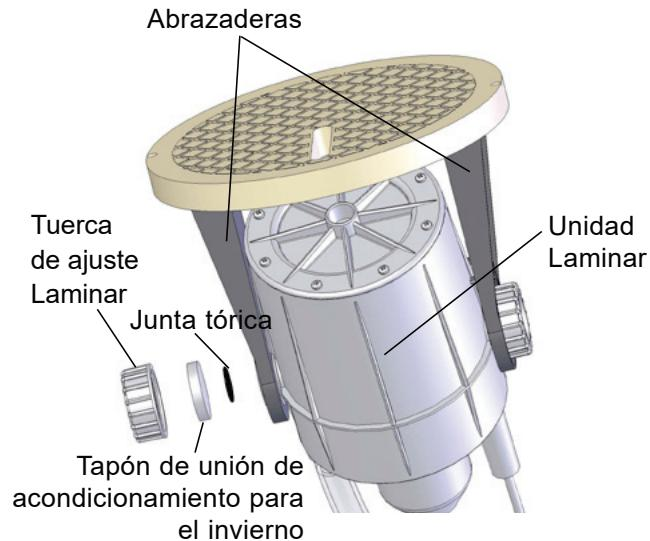
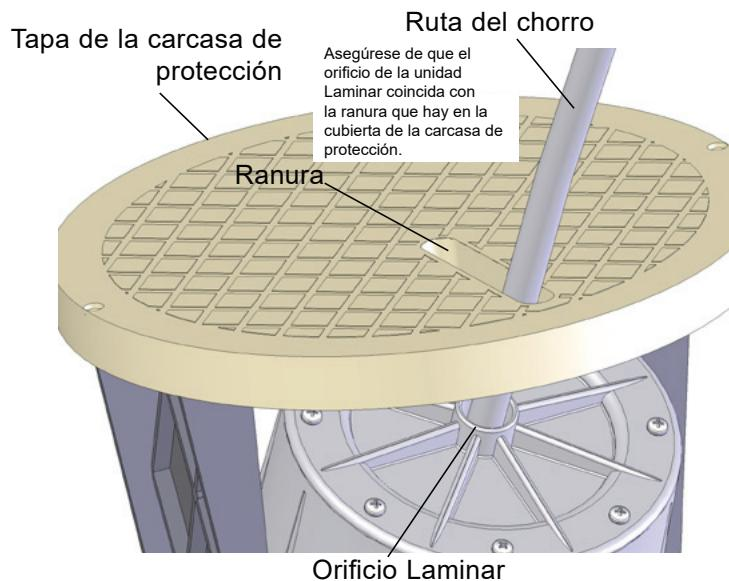

Figura 3
Figura 4
1. Abra con cuidado las abrazaderas y deslice la unidad Laminar en los orificios de éstas (Figura 3), asegurándose de que el orificio del Laminar coincide con la ranura que hay en la cubierta de la carcasa de protección (Figura 4).